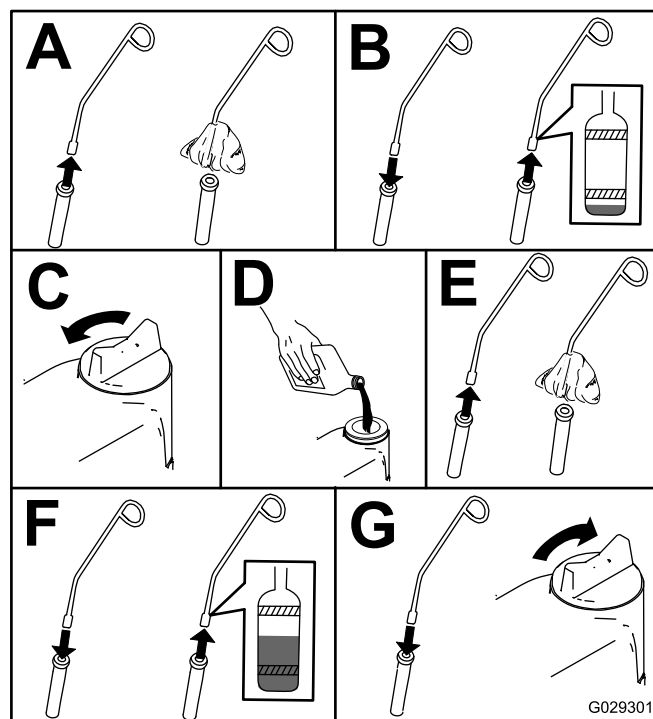

Figura 67
5. Controllate il livello dell'olio motore come illustrato nella Figura 67.